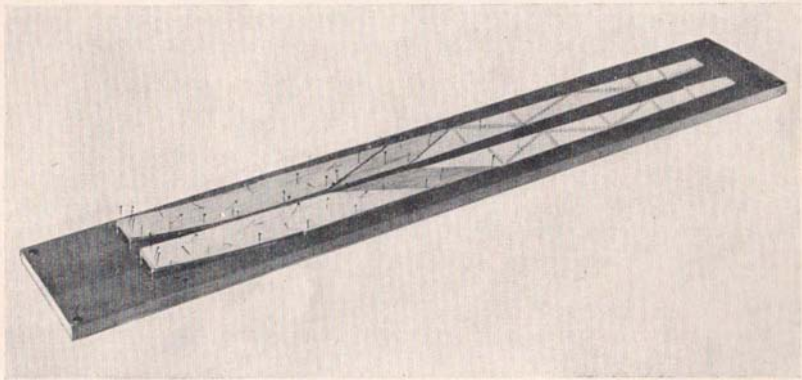

Abb. 1 Das Verleimen der Rumpfseitenteile auf den Hilfsformen.
Das Verleimen der beiden Verstärkungen (2) und (3) mit dem Seitenteil (1) geschieht auf den beiden Hilfsformen (R) (siehe Abb. 1). Dadurch wird die Vorderpartie des Seitenteiles gleich der Rumpf-Form entsprechend vorgebogen. Wir achten darauf, daß die Verstärkungen (2) und (3) mit der Vorderkante von Teil (1) bündig abschließen. Als Leim verwenden wir UHU-coll. Bei dem Anfertigen des linken, s p i e g e l b i l d l i c h e n Rumpfteiles verfahren wir in der gleichen Reihenfolge. Nach dem Trocknen sind beide Teile sauber zu verschleifen.